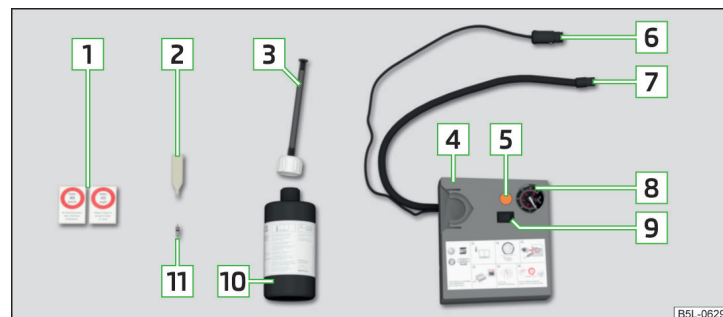

Fig. 326 Descrierea setului de pană
- » Montați cheia de ventile **2** » **fig. 326 la pagina 301** pe ventil, astfel încât ventilul să intre în fanta cheii de ventile.
- » Înșurubați bine furtunul de umplere **7** » **fig. 326 la pagina 301** pe ventil.